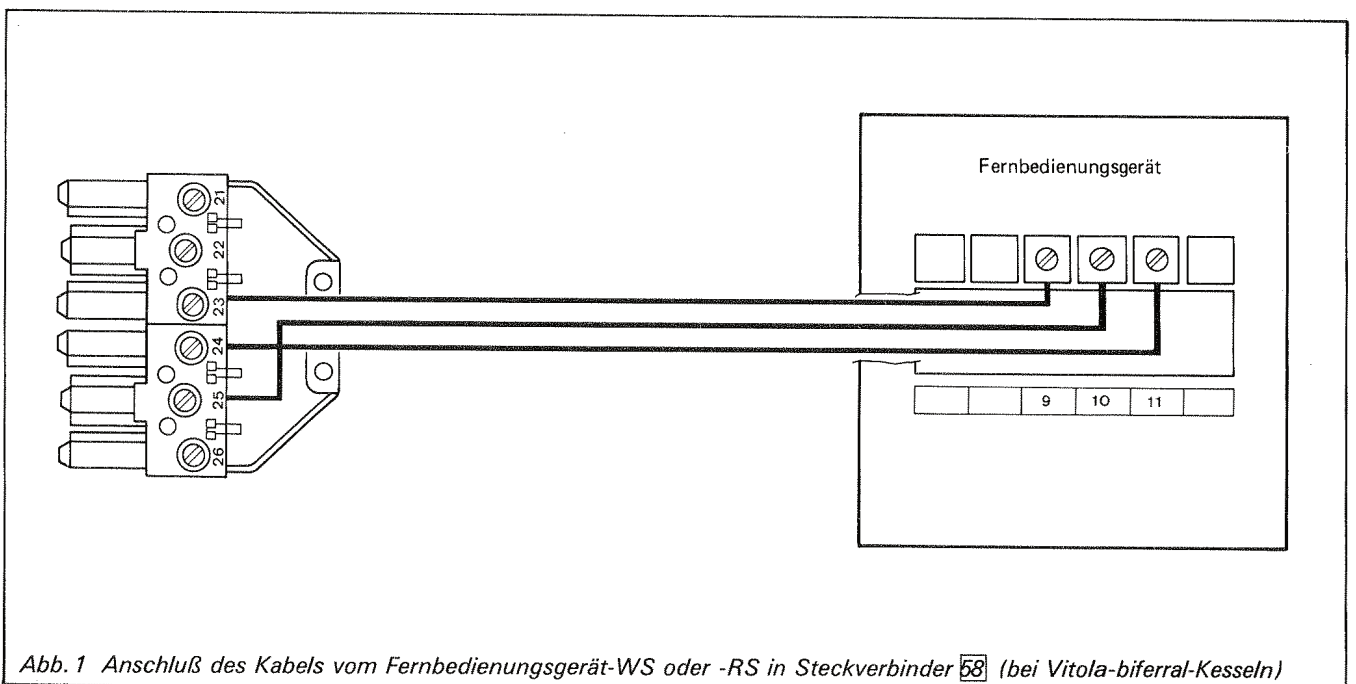

Abb. 1 Anschluß des Kabels vom Fernbedienungsgerät-WS oder -RS in Steckverbinder **58** (bei Vitola-biferral-Kesseln)
1. Anschlußkabel vom Fernbedienungsgerät-WS oder -RS in Steckverbinder **58** entsprechend Abb. 1 anschließen.